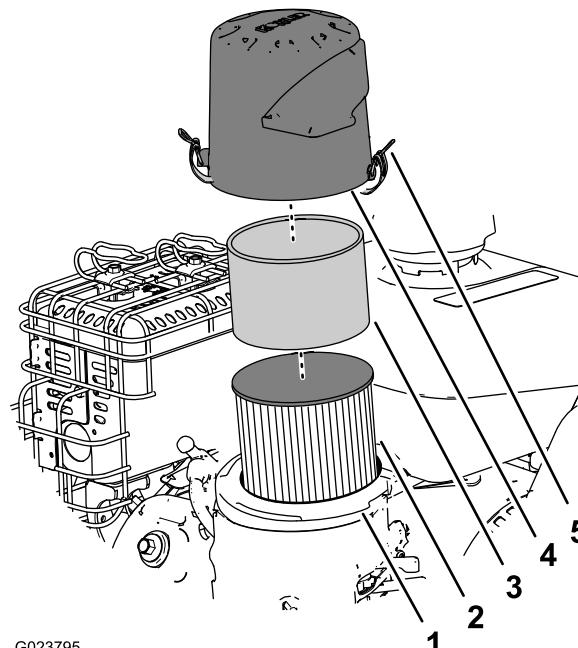

Figure 32
2. Déposez le couvercle et nettoyez-le soigneusement (Figure 32).
3. Retirez le préfiltre en mousse et lavez-le à l'eau additionnée de détergent doux; séchez-le ensuite en le pressant légèrement dans un chiffon (Figure 32).
- Enlevez et examinez l'élément filtrant en papier (Figure 32) et mettez-le au rebut s'il est excessivement encrassé.
- Placez le préfiltre en mousse sur l'élément en papier (Figure 32).
- Montez le filtre à air sur sa base (Figure 32).